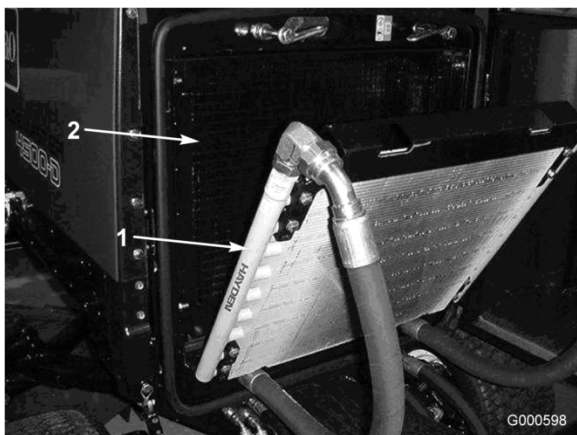

Figura 50
3. Desloque o dispositivo de arrefecimento de óleo para trás. Limpe os dois lados do dispositivo de arrefecimento de óleo e a zona do radiador (Figura 50) com ar comprimido.